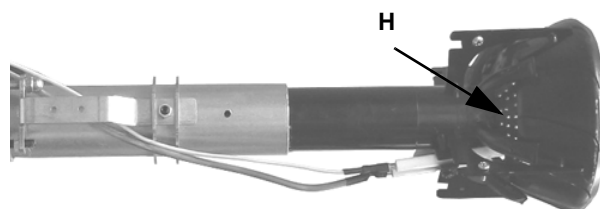

Fig. 49
- 4 Scollegare il connettore **CR** dal circuito stampato (Fig. 49).
Per estrarre la testa di combustione, tirarla verso di sé. Una volta estratta, controllare che i fori di passaggio di aria e gas (Fig. 49 - **H**) non siano ostruiti. Pulire la testa di combustione con un getto di aria compressa oppure, in caso di incrostazioni, con una spazzola di ferro.